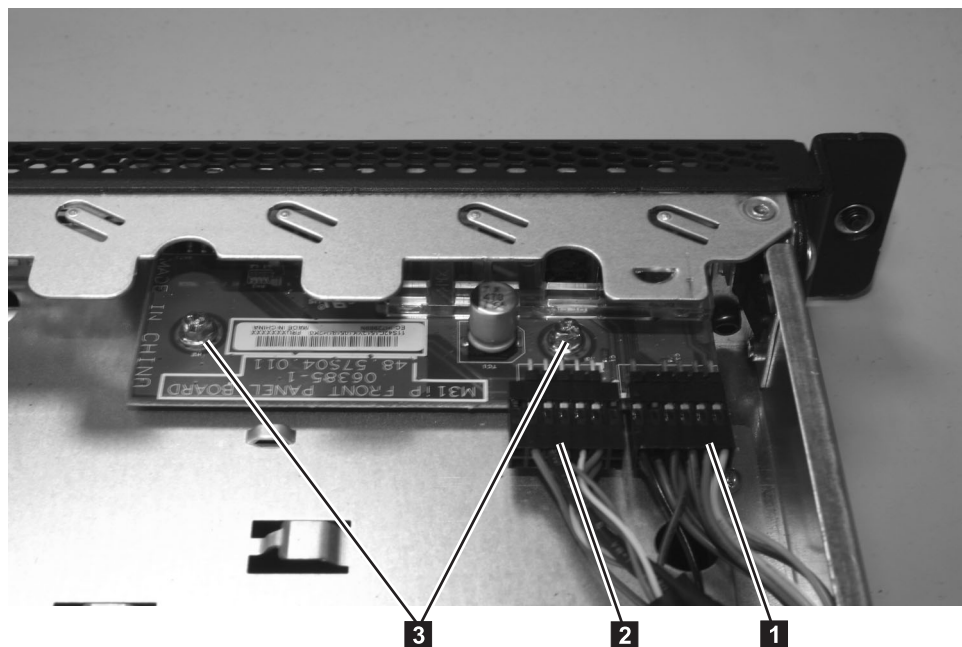

図 227. SAN ボリューム・コントローラ 2145-8A4 オペレーター情報パネル
6. ライト・パネル・ケーブル **1** および USB ケーブル **2** を、オペレーター情報パネル・ボードから切り離します (273 ページの図 227 を参照)。